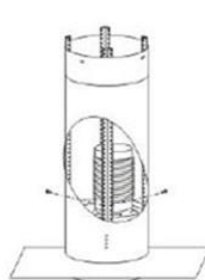

Bild 4
6. Använd 6 st. ST4\*10 för att fixera det vinklade jærnet med vinkeln på kåpan och montera sedan yttre skorstenen, se bild 4.